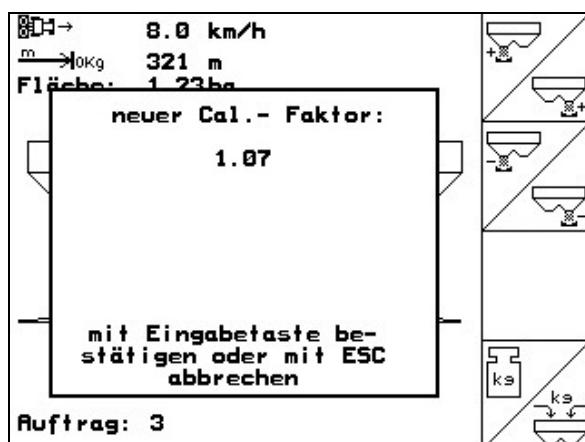

Fig. 28
7. Se mostrará el nuevo factor de calibración, que deberá confirmarse con , o descartarse con (Fig. 28).